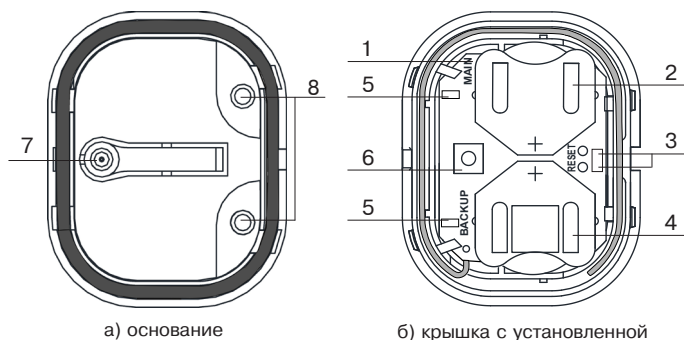

Рисунок 2 – Конструкция сигнализатора
Сигнализатор состоит из следующих элементов (рисунок 2): основания корпуса с вскрываемым крепёжным отверстием (7) и запрессованными сенсорными контактами (8), крышки корпуса с установленной печатной платой (1). На печатной плате расположены: держатель основной батареи (2), контакты RESET (3), держатель (4) резервной батареи, пружинные контакты (5), датчик вскрытия (6).
Для контроля отрыва сигнализатор крепится к охраняемому предмету шурупом через вскрываемое крепежное отверстие (7) (рисунок 2).